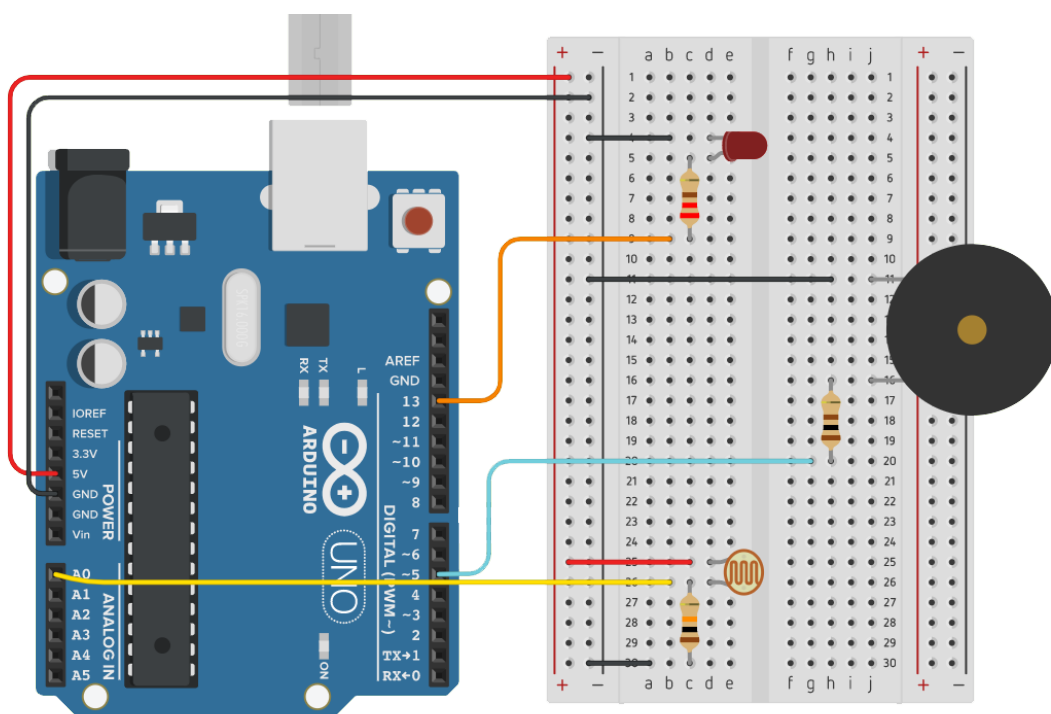

Figure 1: Diagramme du circuit
1. scénario	<p>La protection de la statuette Oscar vous a été confiée par le comité des Oscars (Figure 1). Par conséquent, vous avez décidé de créer un système d'alarme qui vous avertira au cas où quelqu'un tenterait de le voler. Ainsi, votre objectif principal pour cette activité est de créer un système basé sur Arduino, équipé de capteurs et de composants électroniques appropriés, qui vous avertira de plusieurs manières (c'est-à-dire avec des signaux audibles et optiques) lorsque la statuette est retirée. Outre la création et la programmation du circuit, les étudiants doivent être encouragés à donner un peu de vie au projet à travers l'artisanat. Le développement d'idées supplémentaires (par exemple, la création d'un système qui surveillera les activités enregistrées du système d'alarme et informera l'utilisateur à distance) doit également être encouragé.</p>